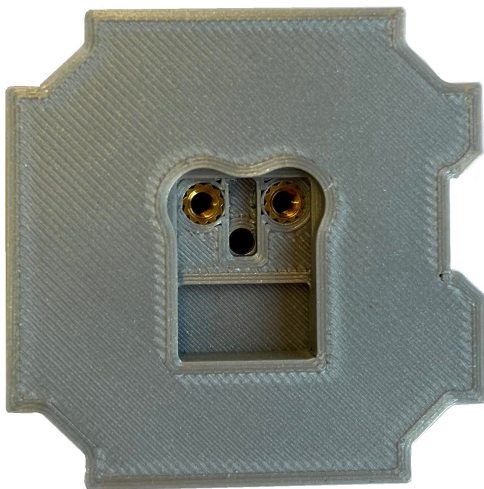

Abb. 7: In den Einsatz eingeschmolzene Gewindeeinsätze
- (5) Montieren Sie die Spitze zum Einschmelzen von Gewindeeinsätzen und heizen Sie den LötKolben auf ca. 220°C.
- (6) Löten Sie die zwei GEWINDEEINSÄTZE, M3 in den 15A_SI_V*_LIGHT_SENSOR_BH1750 (Abbildung 7).